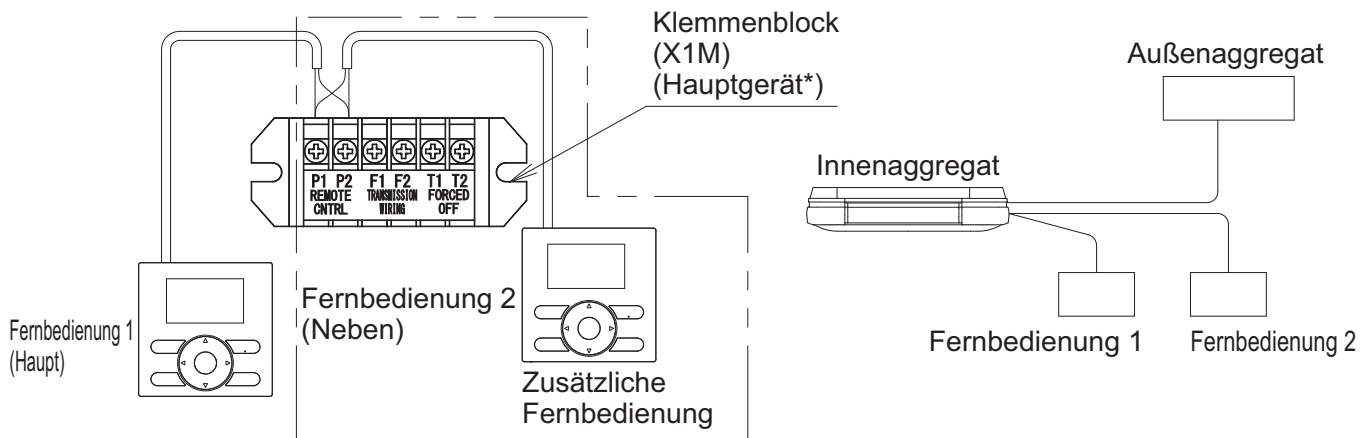

Abb. 46
- (1) Entfernen Sie die Schaltkastenabdeckung wie im Abschnitt "8-3 VERKABELUNGSMETHODE" angegeben.
- (2) Verlegen Sie zusätzliche Kabel von der Fernbedienung 2 (Neben-Gerät) zu den Anschlüssen (P1-P2) für die Fernbedienungsverkabelung an der Anschlussleiste (X1M) im Schaltkasten. (Es gibt keine Polarität.) **(Siehe Abb. 46)**